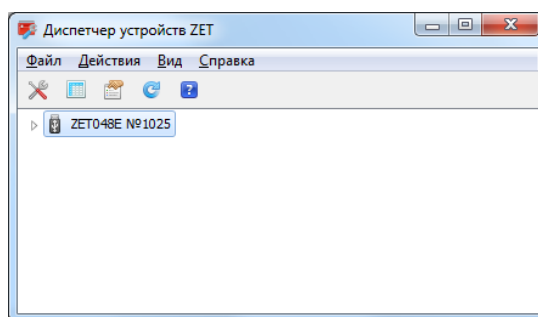
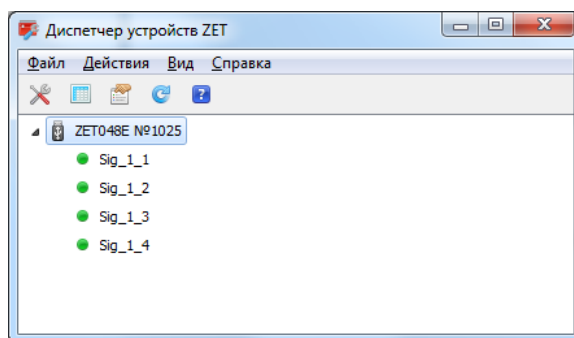
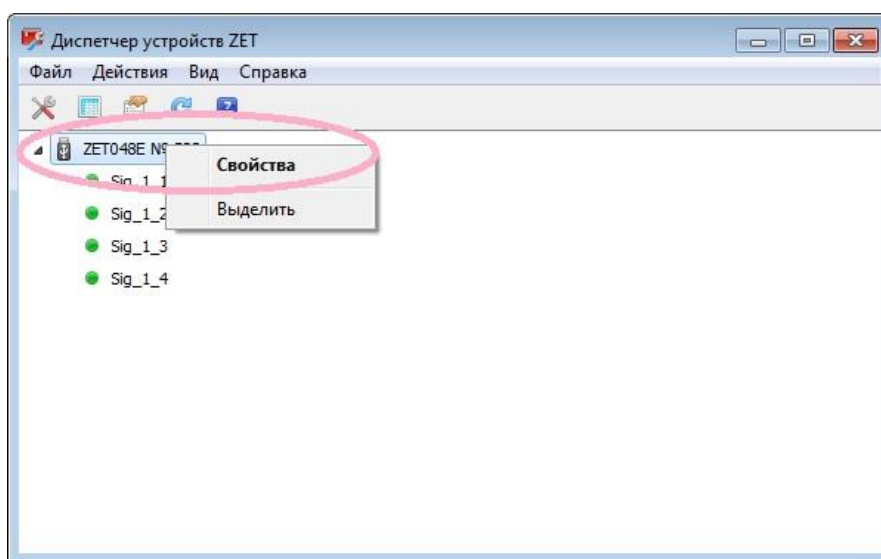

Рисунок 9
Рисунок 10
Рисунок 11
- в окне программы «Диспетчер устройств ZET» (Рисунок 9) открыть для идентификатора регистратора ZET 048E список относящихся к нему измерительных каналов (Рисунок 10).
- в окне программы «Диспетчер устройств ZET» (Рисунок 10) вызвать правой кнопкой мыши контекстное меню идентификатора ZET 048E, в котором выбрать «Свойства», как показано на примере (Рисунок 11);